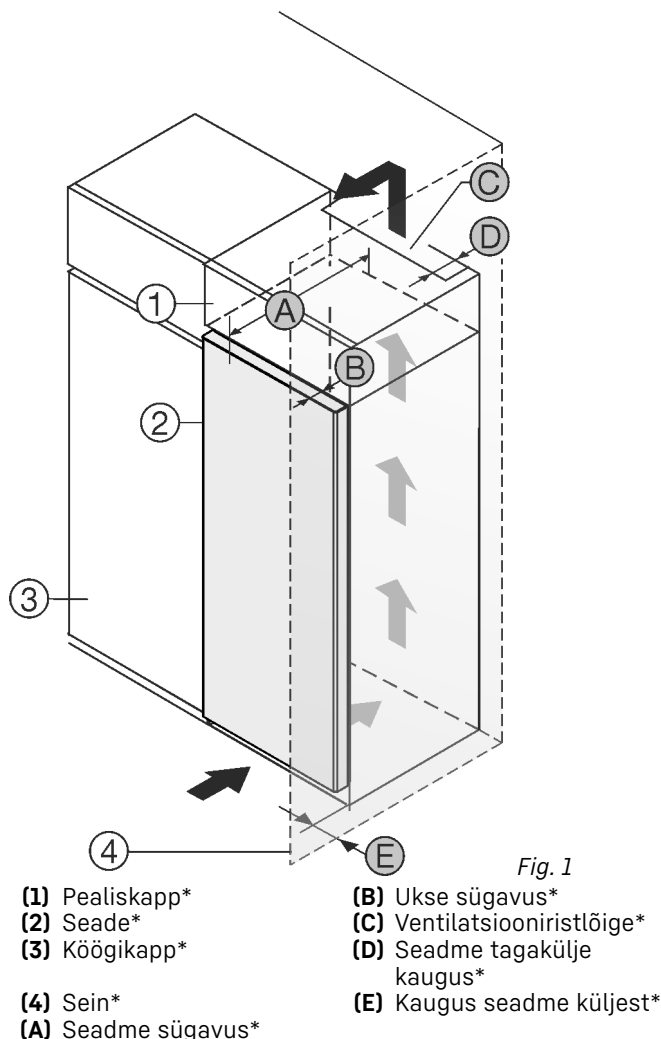

Fig. 1
Pange seade üles vahetult köögikapi Fig. 1 (3) kõrvale.*
Pealiskapi tagaküljel peab olema vähemalt sügavusega Fig. 1 (D) kogu pealiskapi laiune heitõhušaht.*
Ruumi lae all tuleb ventilatsiooniristlõikest Fig. 1 (C) kinni pidada.*
Kui seade pannakse šarniiridega seinale Fig. 1 (4) kõrvale üles, siis tuleb pidada kinni seadme ja seinavahekaugusest vähemalt 13 mm.*
Kui seade pannakse šarniiridega seinale Fig. 1 (4) kõrvale üles, siis tuleb pidada kinni seadme ja seinavahekaugusest vähemalt 57 mm. See vastab käepideme üleulatusele avatud ukse korral.*